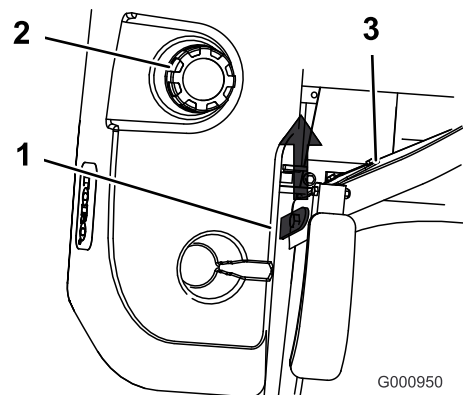

Figura 15
3. Levante o banco (Figura 15).